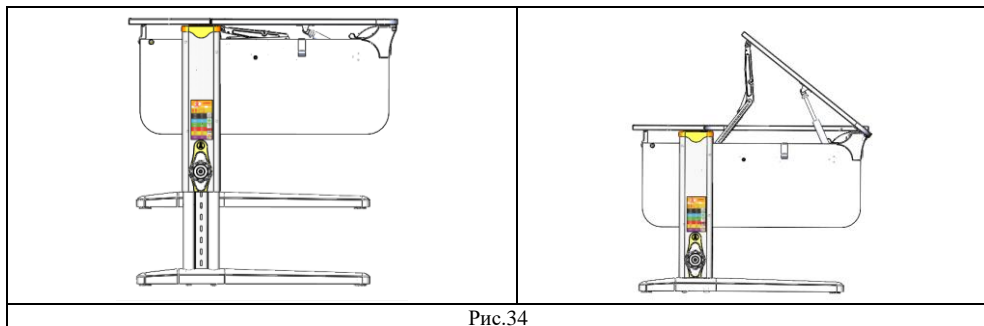

Рис.34
6.2. Для удобства эксплуатации потребителями различных возрастных групп стол имеет возможность ступенчатой регулировки столешниц по высоте и углу наклона (см. рис. 34).